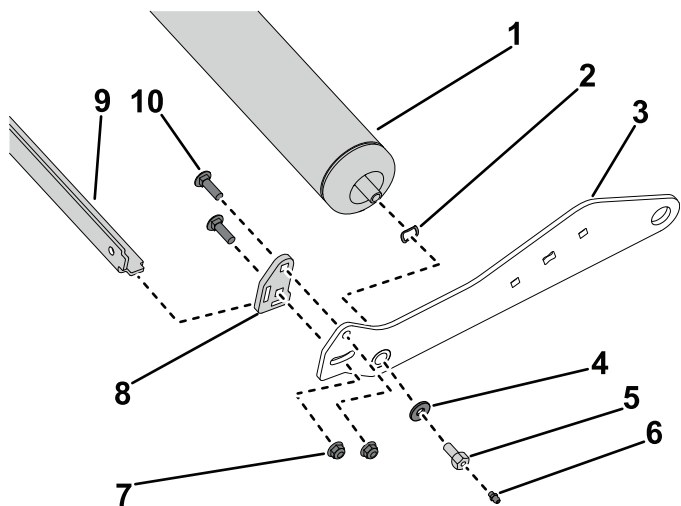

Figura 3
1. Insira a anilha de mola em cada ponta do eixo do rolo (Figura 3).
2. Insira um braço de rolos em cada ponta do eixo do rolo (Figura 3).
3. Fixe o braço do rolo aos 2 eixos do rolo com a anilha reforçada (apenas do lado direito) e 2 parafusos do eixo do rolo. Enrosque os 2 bocais de lubrificação nos parafusos do eixo do rolo se não tiverem sido enroscados previamente (Figura 3).
4. Insira as abas de montagem do raspador do rolo nas ranhuras de cada braço do raspador (Figura 3).
5. Instale os braços do raspador nos braços do rolo (Figura 3).
6. No lado esquerdo do braço do rolo, aperte o braço do raspador ao braço do rolo com 2 parafusos de carroçaria ( $\frac{3}{8}$  pol.) e 2 porcas nyloc ( $\frac{3}{8}$  pol.) (Figura 3). Repita o processo no braço direito do rolo.